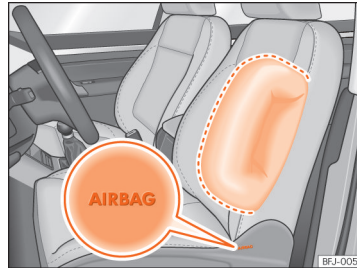
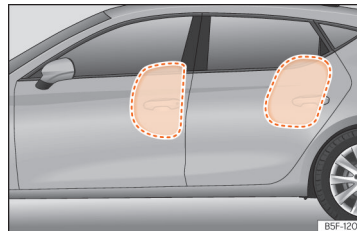

Abb. 31 Seitenairbag im Fahrersitz
Abb. 32 Komplett aufgeblasener Seitenairbag auf der linken Fahrzeugseite.
»» [Abb. 31], »» [Abb. 32].
- Stellen Sie sicher, dass Kinder richtig in ihren Sitzen sitzen und ihren Kopf nicht in den Entfaltungsbereich der Seitenairbags halten >>> [Abb. 32], da sie beim Auslösen der Airbags von diesen getroffen werden und schwere Verletzungen erleiden könnten.